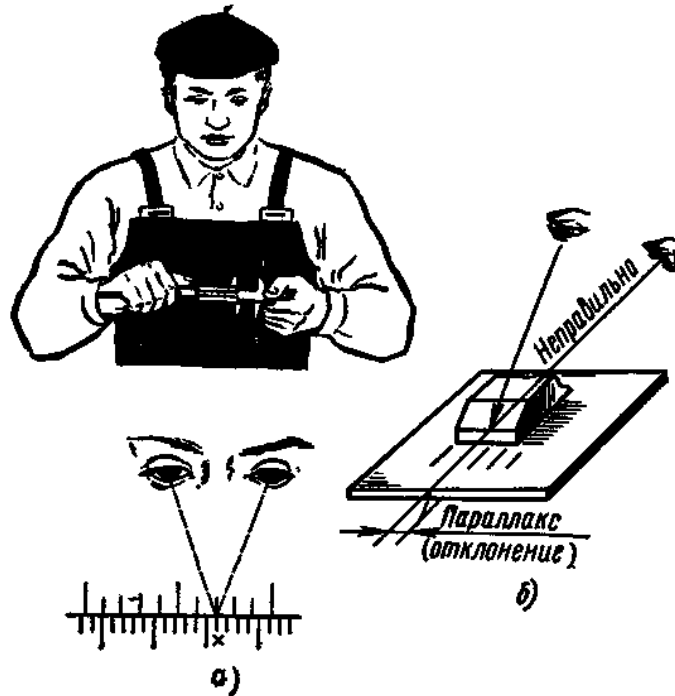

Рис. 5. Чтение показаний штангенциркуля
- а) при чтении показаний штангенциркуль держать прямо перед глазами (рис. 5, *a*). Если смотреть на показания с боку (рис. 5, *б*), то это приведет к искажению и, следовательно, к неправильным результатам измерений. Для предупреждения искажений поверхность, на которой нанесена шкала нониуса,
- штангенциркуль держать прямо перед глазами (рис.5);